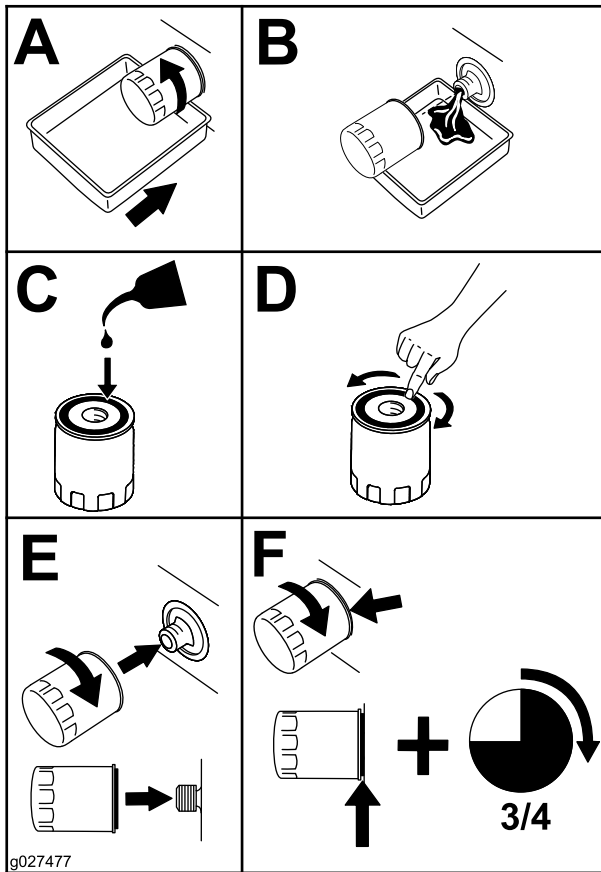

Figura 31
5. Retire o filtro do óleo do motor (Figura 31)